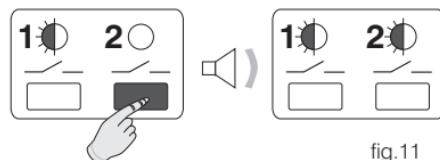

fig.11
- Maintenir la **touche 2** enfoncée jusqu'à l'émission d'un seul signal sonore, puis la relâcher. Les deux **LEDS** clignotent. Le **canal 2** est prétréglé pour être asservi au **chronothermostat "Master"** (fig. 11).